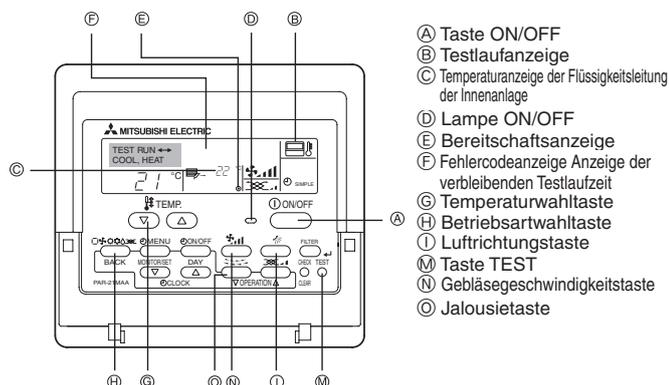

Fig. 6-1
- ① Kältemittelrohrleitung der Hauptanlage
- ② Abflußrohrleitung der Hauptanlage
- ③ Stellung der Eckplatte bei Versand ab Werk (Logo angebracht).
- ④ Stellung der Hebel am Ansauggitter bei Versand ab Werk.
6. Testlauf (Fig. 6-1)
Verwendung der verdrahteten Fernbedienung (Fig. 6-1)